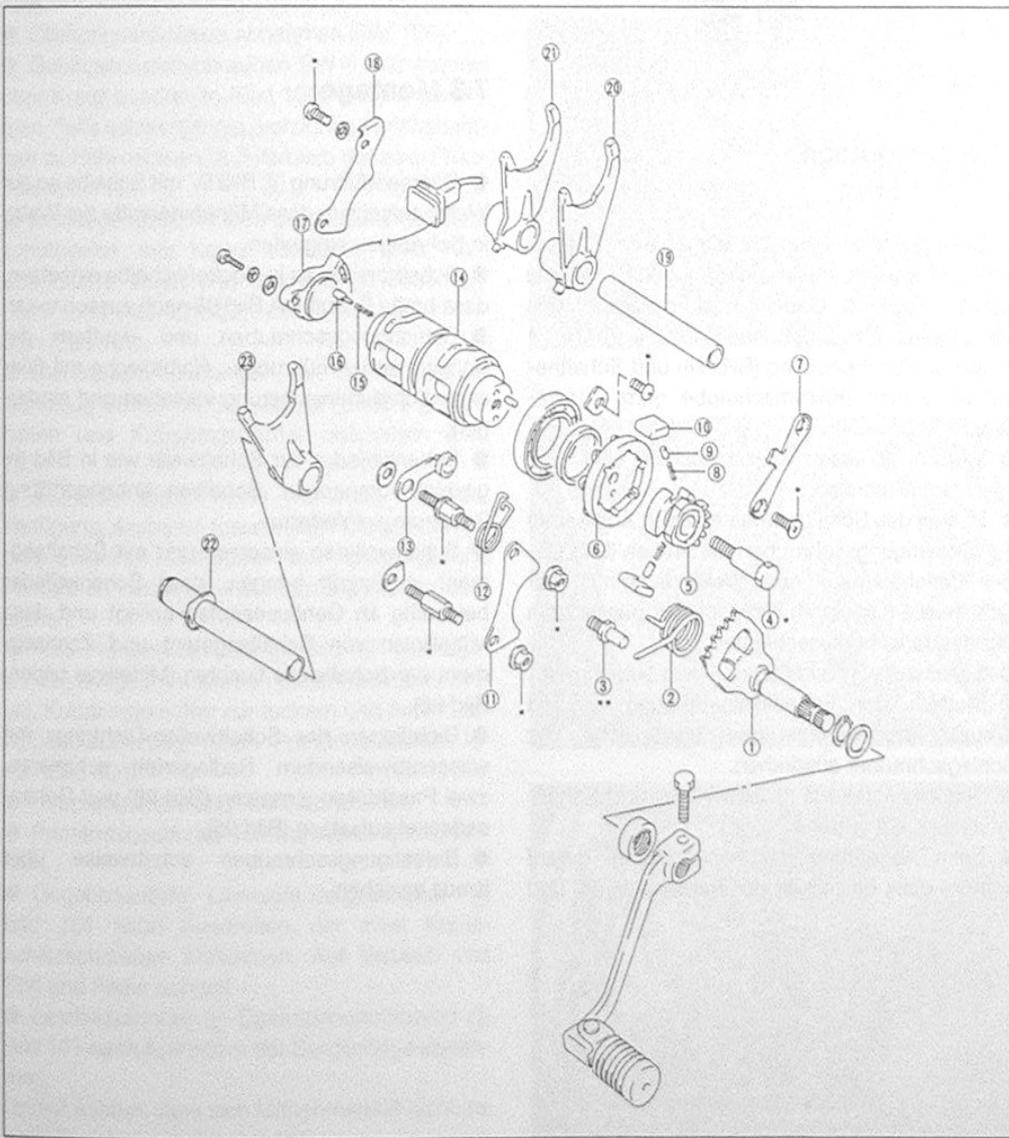

Bild 97
- Muttern der Schaltklinkenführung ② und Kreuzschlitzschrauben des Halteblechs mit Schlagschrauber ausdrehen.
- Segmentschraube ③ ausdrehen und Schaltratsche ④ entnehmen.
- Beim Abnehmen der Schaltratsche darauf achten, dass Einzelteile der Ratsche ⑧, ⑨ und
- ⑩ Bild 97 nicht verlorengehen.
- Gegebenenfalls Schraube der Schaltwalzen-Arretierung ausdrehen, Feder aushängen und mit Scheibe entnehmen (Bild 97).
- Segmentführung ⑥ Bild 97 mit Scheibe so auf Walze aufsetzen, dass Mitnehmerstifte der Walze in Bohrungen eingreifen.